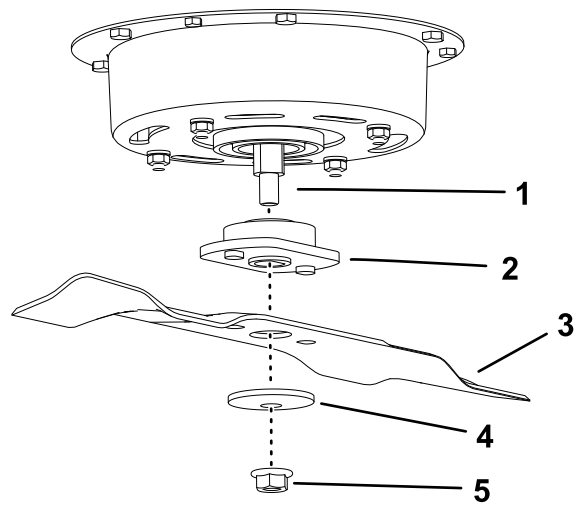

Bild 36
1. Setzen Sie das Messer und den Adapter auf die Spindelwelle (**Bild 36**).